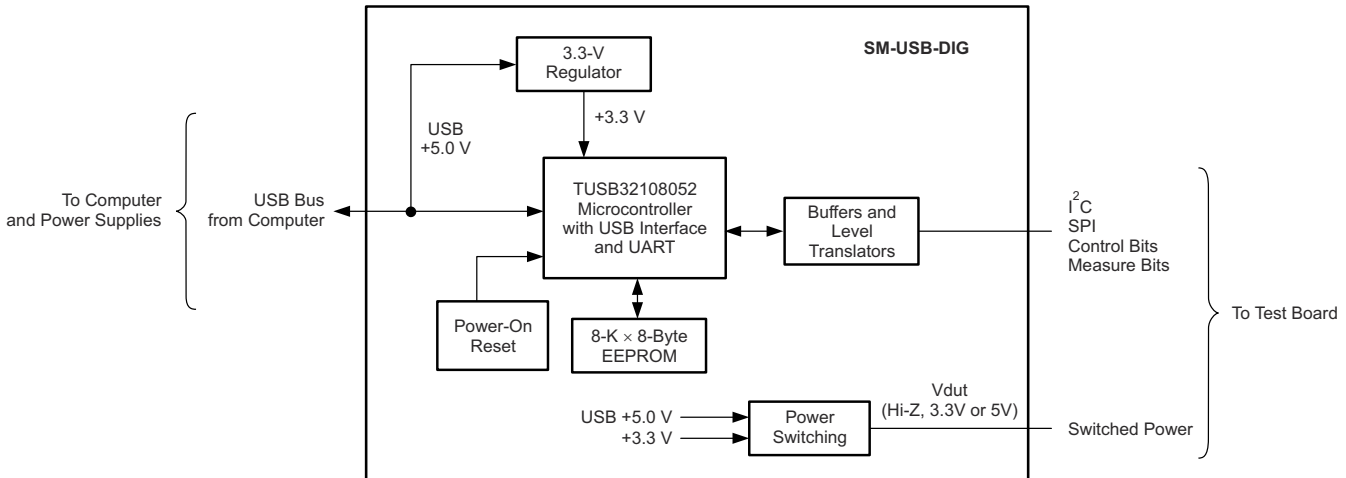

图 2-3. SM-USB-DIG 平台方框图
图 2-3 所示为 SM-USB-DIG 平台的方框图。此平台是一种通用数据采集系统，用于其他德州仪器 (TI) 评估模块。SM-USB-DIG 平台的详细信息在一个单独的文档 SBOU098 中 ( 可从 [www.ti.com](http://www.ti.com) 下载 ) 提供。图 2-3 中显示的方框图简要概述了该平台。TUSB3210 是 SM-USB-DIG 平台的主控制器。